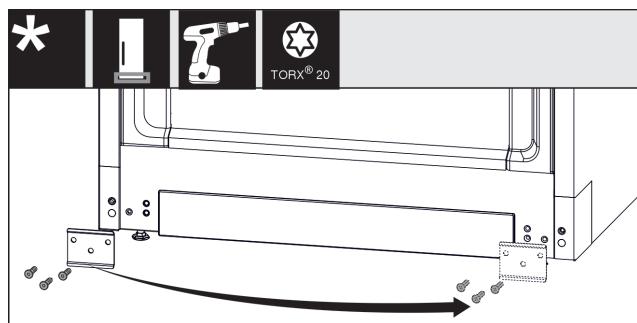

Fig. 13
- Dévisser la plaque, la placer de l'autre côté et la revisser. Fig. 13 (1)